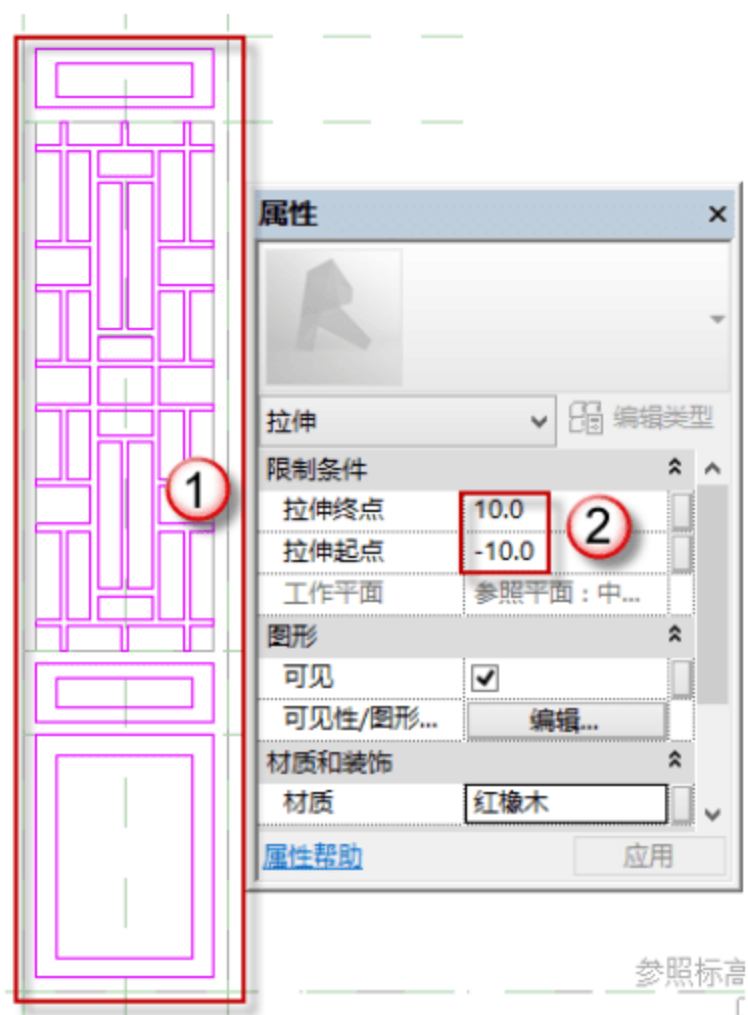

图 8.3.58 绘制扇面和窗格
(4) 屏风扇面和窗格（厚度为 20mm）。返回到“楼层平面-参照标高”平面，按快捷键 C+O 和 M+M 绘制参考线。选择“创建”→“拉伸”→“矩形框”命令，绘制图框，单击√按钮。然后切换至“左”立面视图，选中图元，在“属性”面板中编辑“拉伸起点”和“拉伸终点”的数值（-10，10），如图 8.3.58 所示。